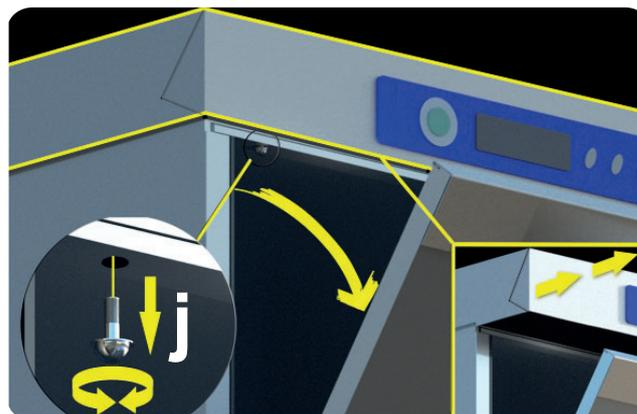

Fig. 11
- Enlever le panneau sous la porte pour accéder au compartiment technique, en enlevant les vis. (voir **Fig. 11**).
- Ouvrir la porte et enlever les vis frontales du couvercle de la machine. Faites glisser partiellement le couvercle d'environ 20 cm vers la partie frontale de la machine (position **j** - voir **Fig. 11**).